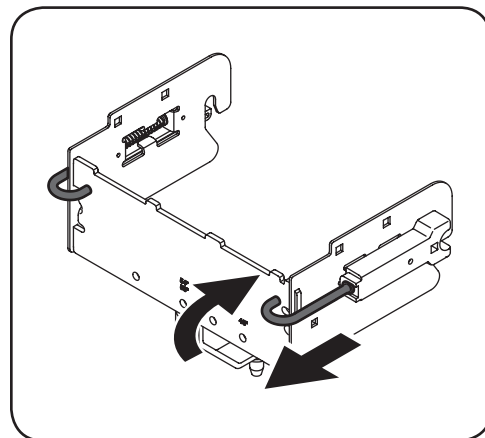

Figure 1-3
2. Tirez sur les goupilles en J des loquets, puis tournez-les vers l'intérieur pour les accrocher sur le support arrière. Voir Figure 1-3.